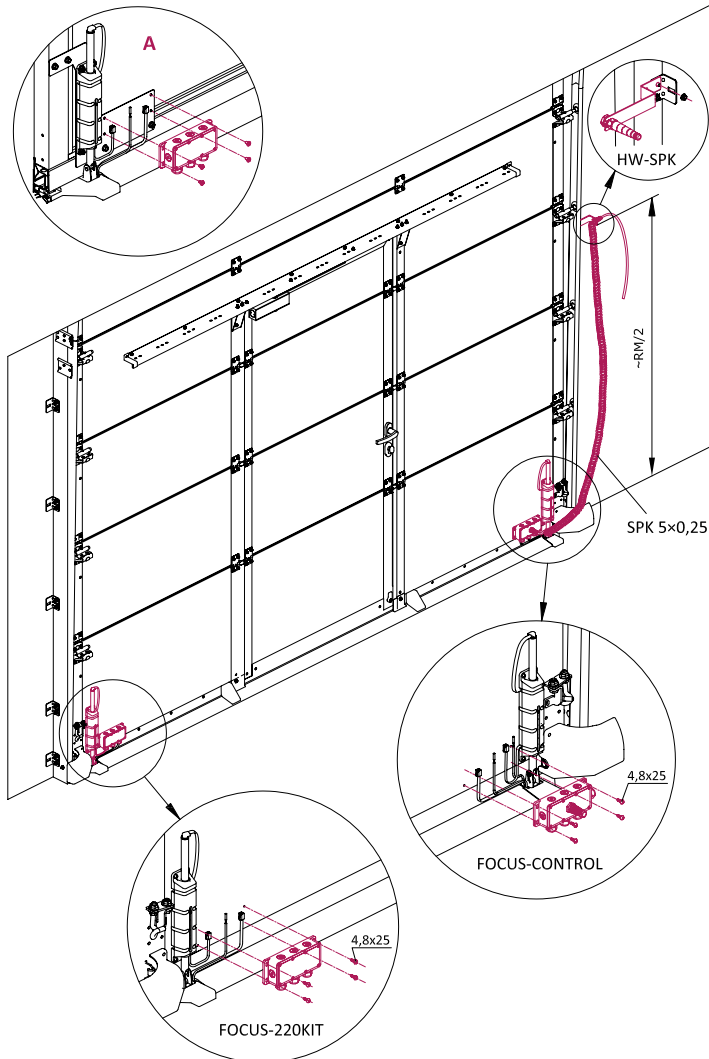

Рис. 2 — Установка комплектов **FOCUS-210** и **FOCUS-220KIT**
2. Установите на полотне ворот из сэндвич-панелей коробки комплектов **FOCUS-210 (FOCUS-CONTROL)** и **FOCUS-220KIT** (рис. 2), используя винты 4,8×25 (8 шт. входят в комплект ворот). Для определения места установки коробок на полотне ворот на заводе сделаны по два отверстия.
В случае, когда нижняя секция полотна панорамная, монтаж коробок выполняется на предустановленные стальные пластины (рис. 2, вид А) используя винты M5×8 (8 шт. входят в комплект ворот).
3. Установите на внешней стороне углового профиля системы направляющих ворот кронштейн **HW-SPK** (рис. 2) не ниже середины проема ворот (примерно **RM/2**).
4. Короткий конец спирального кабеля **SPK 5×0,25** (рис. 2) проведите через специальный кабельный ввод коробки **FOCUS-CONTROL**, длинный конец проведите через кабельный ввод кронштейна **HW-SPK**.